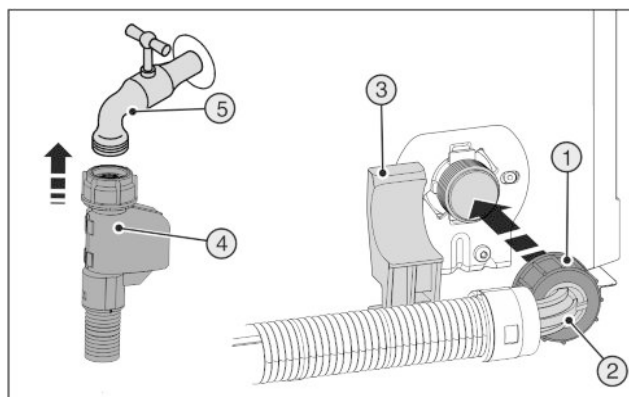

Fig. 21
- Collegare l'estremità diritta del tubo flessibile Fig. 21 (4) al rubinetto d'intercettazione Fig. 21 (5).